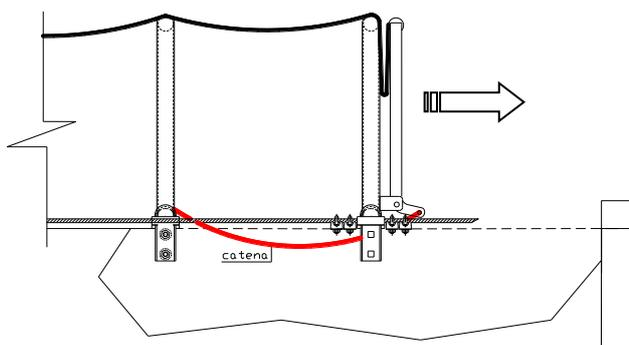

fig. 1
- Movimentare la copertura (manualmente o elettricamente a seconda del modello) e coprire il cassone (fig. 1);